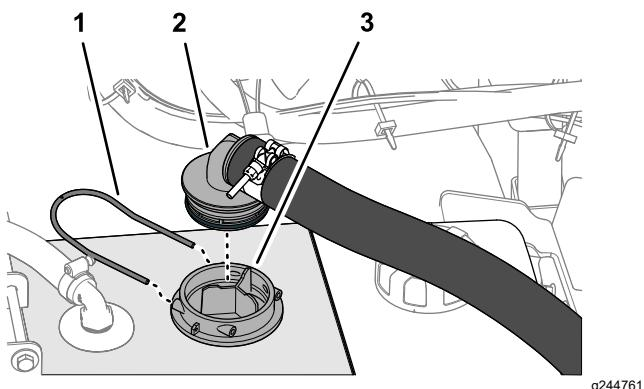

Figure 17
- Placez le raccord à 90° cannelé du flexible d'alimentation en face du boîtier de la crêpine d'aspiration (Figure 17).
- Fixez le raccord à 90° au boîtier () à l'aide de l'étrier que vous avez retiré à l'opération de (Figure 17).